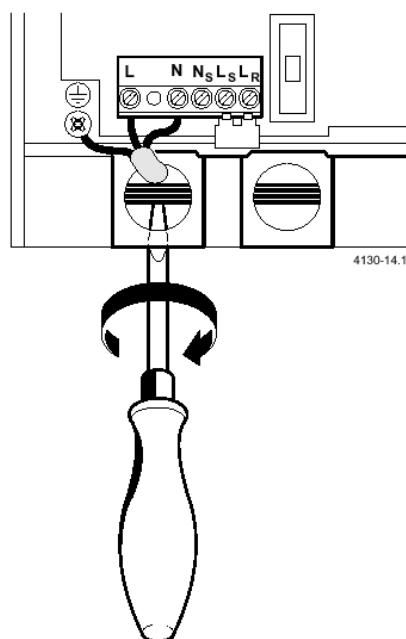

Figura 11
- ▶ Se trece cablul prin presetupă și se conectează, Figura 11.